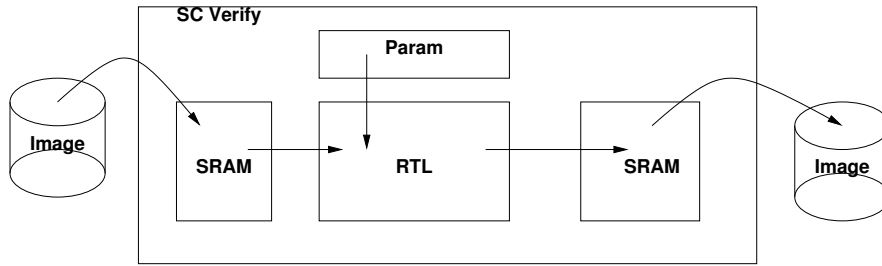

FIGURE 4 – Etape 4 : vérification *post*-HLS dans l'environnement SC-Verify
- **Vérification fonctionnelle post-HLS**, figure 4